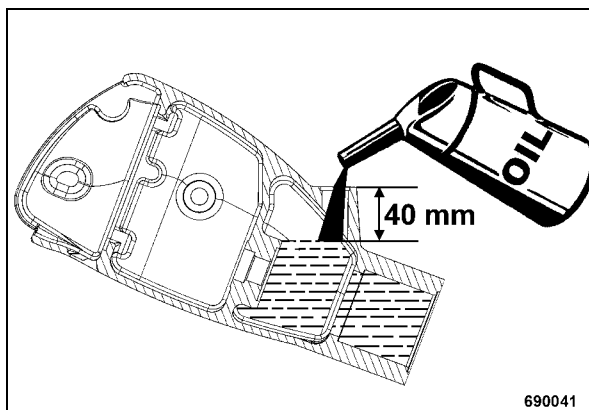

рис. 66
- Долить масло для гидросистемы прим. до 40 мм под кромкой наливного отверстия (рис. 66).